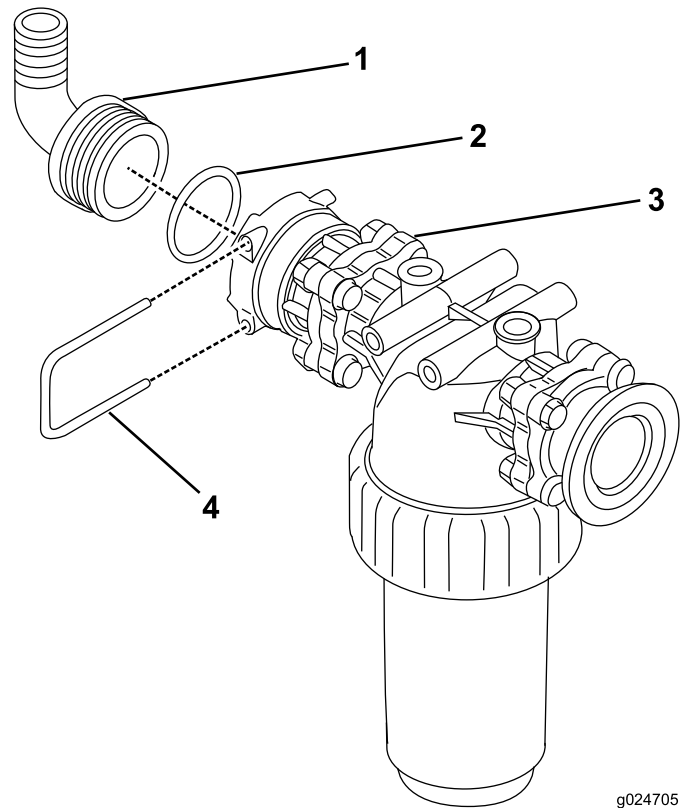

Figura 22
1. Monte el conjunto del filtro de presión (Figura 22).